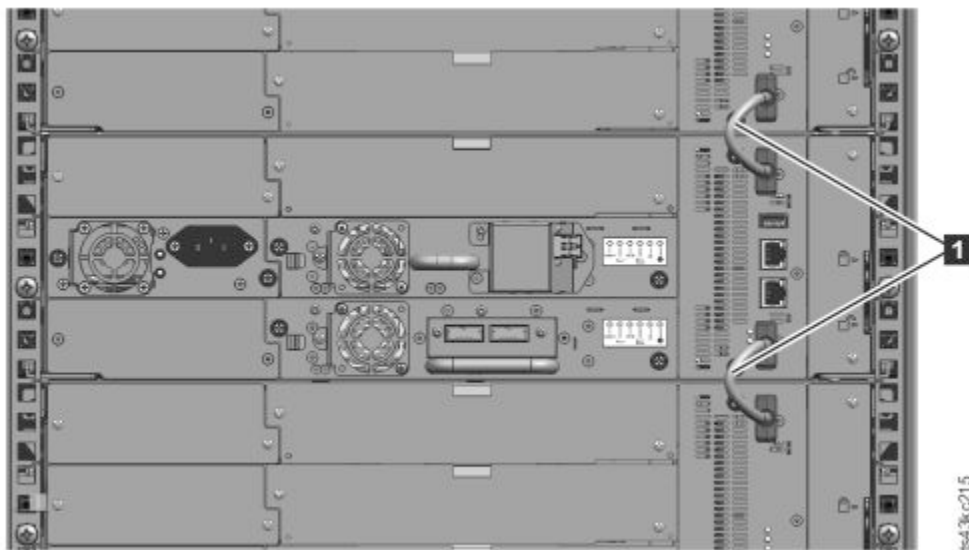

Abbildung 47. Verbundene Module
5. Verbinden Sie an der Rückseite des Speicherarchivs die Module der einzelnen Paare mit dem benachbarten Modul. Verwenden Sie hierzu die Erweiterungsmodul-Verbindungskabel (**1**), wie in Abbildung 47 auf Seite 57 dargestellt.